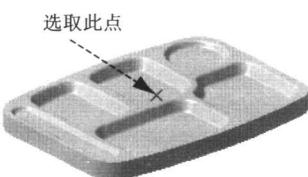
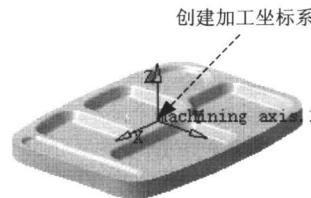

图 1.11 选取点
图 1.12 创建加工坐标系
(1) 单击“Part Operation”对话框中的³按钮，系统弹出“Default reference machining axis for Part Operation.1”对话框。
(2) 在对话框的 Axis Name 文本框中输入坐标系名称“machine axis.1”。
(3) 单击坐标原点，选择如图 1.11 所示的点，再单击“machine axis.1”对话框中的 Z 轴感应区，系统弹出“Direction Z”对话框，单击对话框中的 Reverse Direction 按钮，然后单击⁴ 确定 按钮。单击“machine axis.1”对话框中的⁵ 确定 按钮，完成加工坐标系的定义(如图 1.12 所示)。